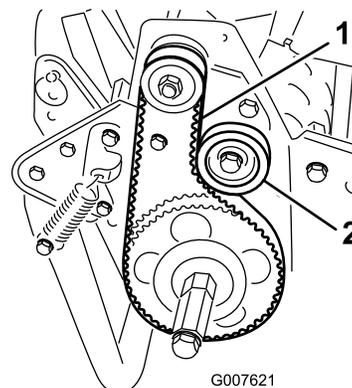

Bild 41
2. Prüfen Sie die Spannung. Bringen Sie hierfür eine Kraft von 18 bis 22 N in der Mitte des Riemen zwischen den Riemscheiben an (Bild 41). Der Riemen muss sich 6 mm durchbiegen lassen.
- A. Losen Sie die Befestigungsmutter der Spannscheibe und drehen Sie die Spannscheibe nach rechts gegen die R­uckseite des Riemen, bis Sie die gew­unschte Riemen­spannung erzielt haben (Bild 41).